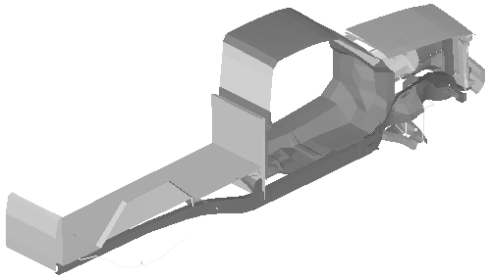
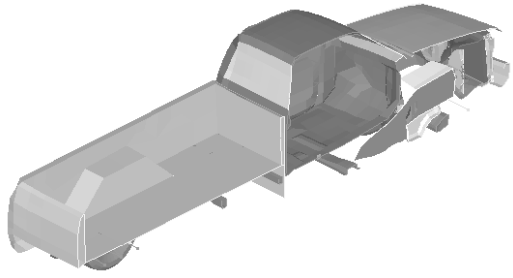

图 13-32 调整截面宽度
图 13-33 观察模型另一侧
(7) 拖动 Cross section 滑杆 ，调整截面宽度，如图 13-32 所示。
(8) 激活 Clipping plane 选项。
(9) 单击 Reverse 按钮，观察横截面另一部分，如图 13-33 所示。